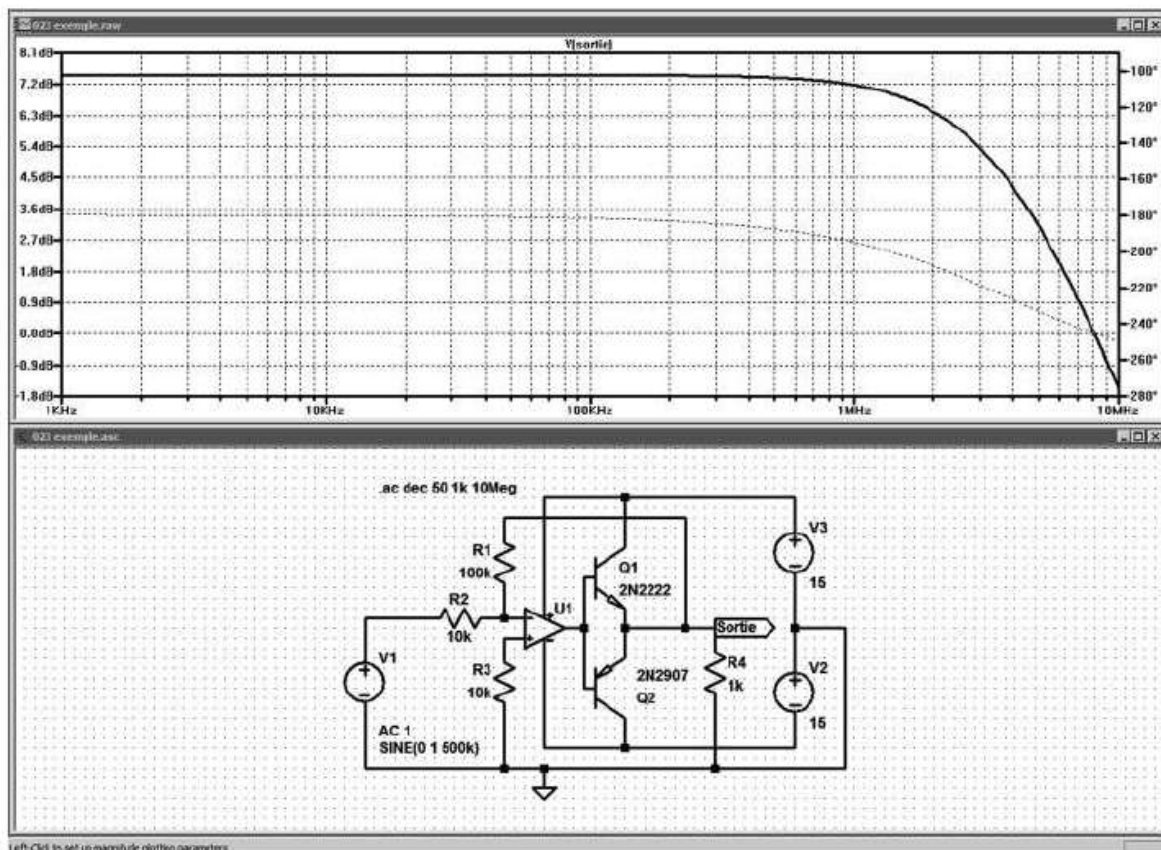

Figure 3.29
21. Déplacez votre curseur vers la sortie de l'amplificateur, à l'endroit du nœud où vous avez connecté l'étiquette SORTIE, puis cliquez gauche. Le diagramme de Bode s'affiche, la courbe en trait plein est celle de l'amplitude du signal de sortie alors que le trait en pointillé bleu est celui de sa phase. L'amplitude est approximativement de +7,5 dB et la bande passante à 3 dB est approximativement de 3,75 MHz, figure 3.29.